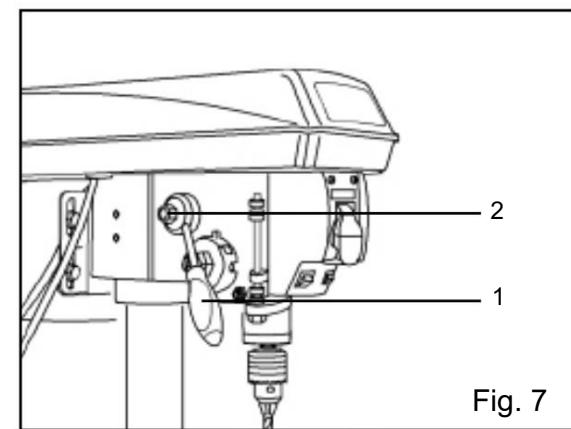

Fig. 7
POIGNÉE DE VITESSE (FIG. 7)
1. Insérez la poignée de vitesse (Fig. 7 - 1) dans l'ouverture filetée du moyeu de vitesse (Fig. 7 - 2).